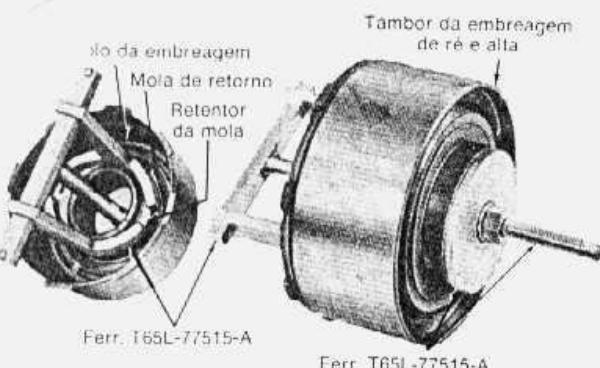

fig. 75 — remoção ou instalação do anel de travamento da mola de retorno do êmbolo
3. Com as ferramentas mostradas pela fig. 75, comprimir a(s) mola(s) de retorno do êmbolo e remover o anel de travamento. Quando soltar a haste da ferramenta, guiar o retentor da(s) mola(s) de modo a livrá-lo da ranhura do anel de travamento.
3. Colocar a(s) mola(s) de retorno do êmbolo da embreagem. Colocar no topo da(s) mola(s) o retentor de mola(s). Para instalar o anel de travamento usar as ferramentas mostradas pela fig. 75.